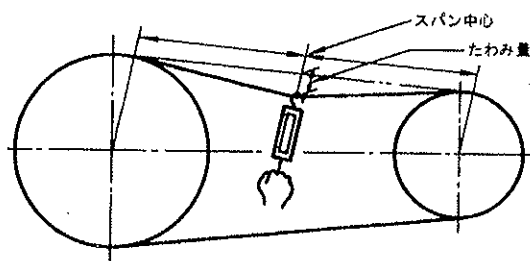

図10-5 ベルト調整
- ベルトの張りを確認する。図10-5 に示すようにバネ秤などを利用してベルトの張りを測定してください。